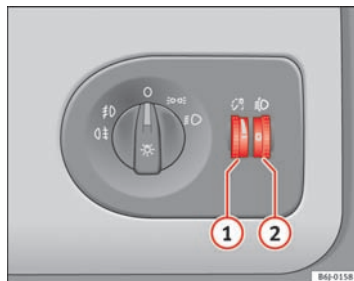

Fig. 56 Udsnit af instrumentpanelet: indstillingshjul til instrument-/kontaktilys og lyslængderegulering
Når lyset er tændt, kan lysstyrken på instrument- og kontakttlyset reguleres trinføst ved at dreje på indstillingshjulet → Fig. 56 ①.